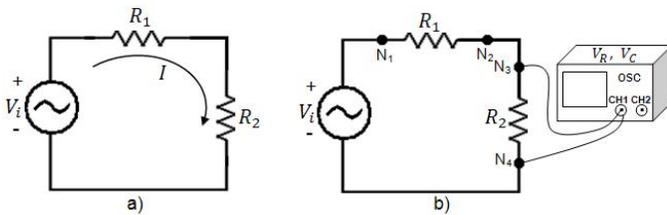

Figura 7.1. Circuito resistivo serie
b).- En segundo caso se analiza el funcionamiento del circuito resistivo serie con elementos cuyos valores demandan la corriente máxima de la fuente de alimentación. Construya el circuito de la figura 7.1, con $V_i = 10 \text{ sen}(\omega t)$ de frecuencia $f = 1 \text{ KHz}$, seleccione las resistencias que estén dentro del rango siguiente $500\Omega \leq R_1 +$